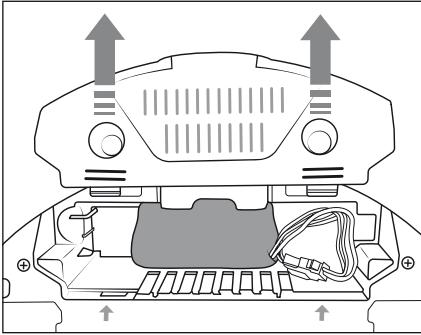

Fig. 13
- 1) Retirez le couvercle du compartiment à batterie **15** de l'appareil (voir figure 13).